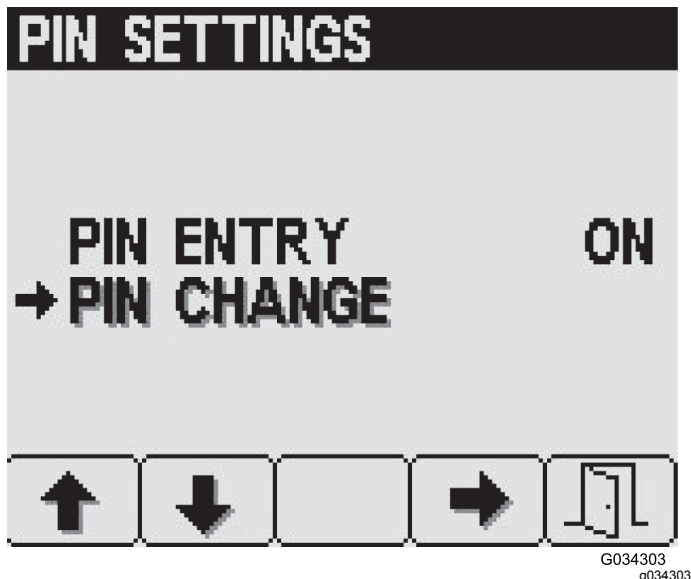

Figura 27
3. A partir do ecrã de definições do PIN, prima o botão 2 até chegar à opção para mudar o PIN, depois prima o botão 4 para seleccionar (Figura 27).